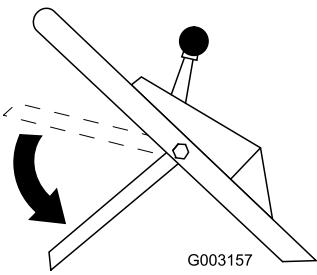

Figura 15
- Mueva la barra de control a su posición más baja (Figura 15).